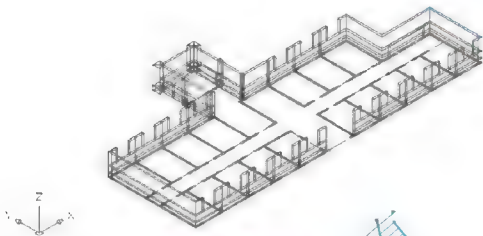

图 6.15 绘制其他窗间墙
③ 用【多段线】命令绘制其他的窗间墙。结果如图 6.15 所示。